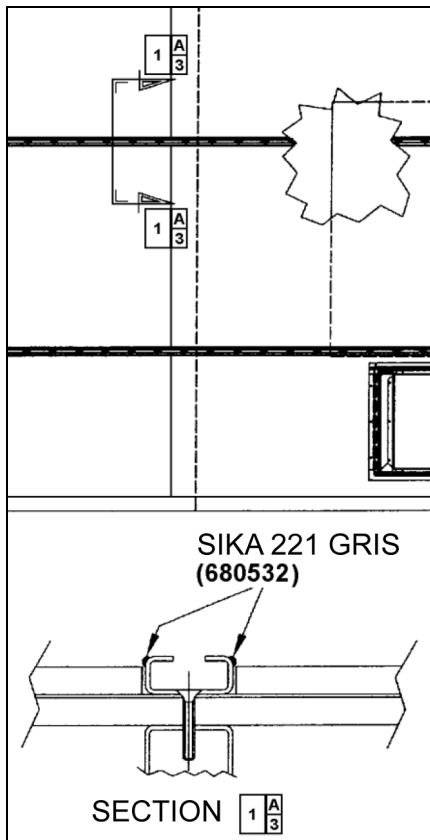

FIGURE 89: APPLICATION DE SIKA 221 GRIS 18641
8. Appliquer du produit d'étanchéité Sikaflex 221 gris (680532) le long des voies de fixation du siège passager (voir la Figure 89).